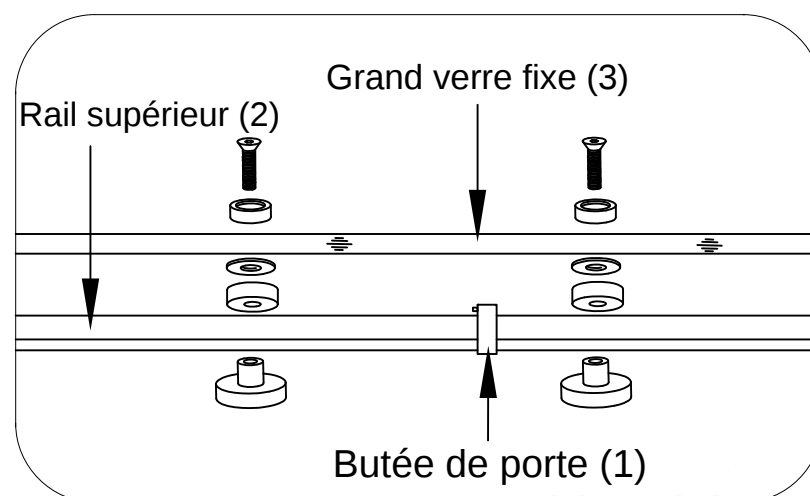

Fig. 6
6. Positionnez le rail supérieur (2) et le grand verre fixe (3) comme à la figure 6, puis raccordez le grand verre fixe (3) au rail supérieur (2) selon l'ordre de la figure 6. Notez qu'une butée de porte (1) doit être placée entre les trous de fixation du rail supérieur (2) avant de le raccorder au grand verre fixe.